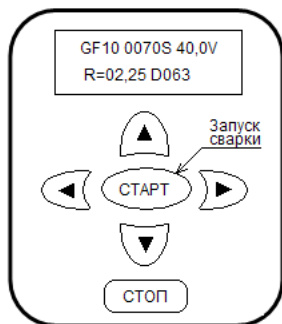

Рис. 12.
- после правильного считывания ШК - нажать кнопку «СТАРТ». Пример на рис. 12.